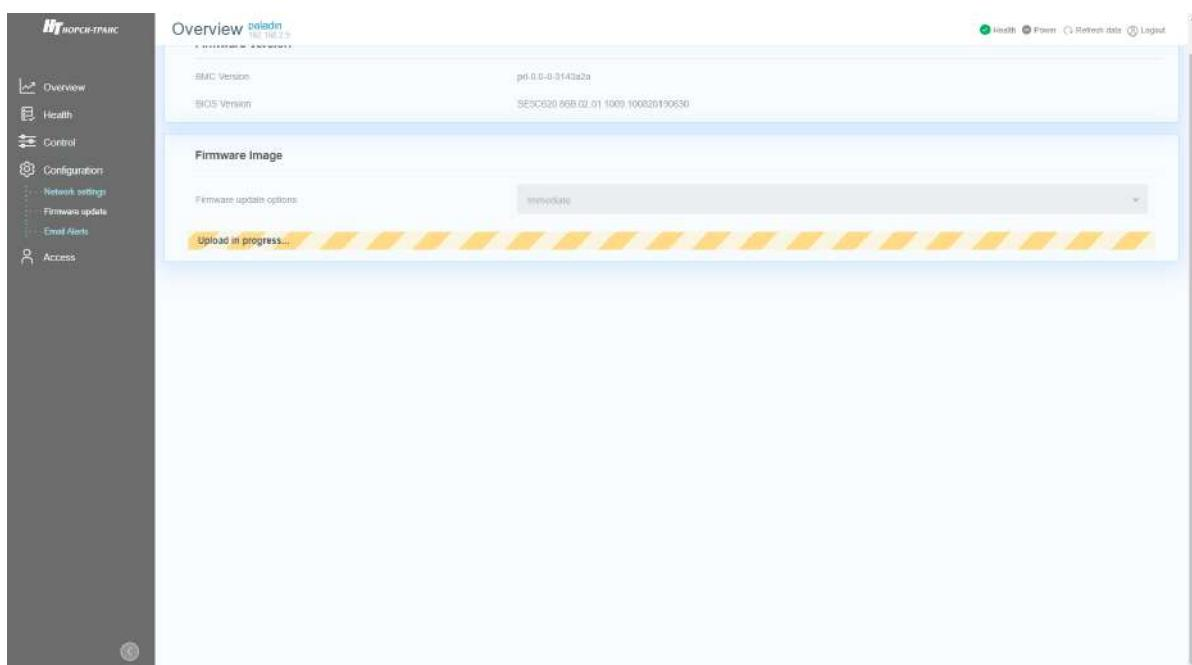

Рис. 79. Окно процесса установки обновления
- 6) После нажатия кнопки «UPLOAD FIRMWARE» появиться окно установки обновления. Окно показано на рис. 79 Окно процесса установки обновления